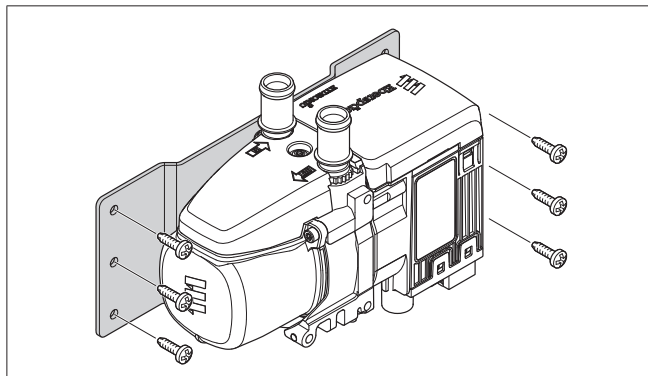
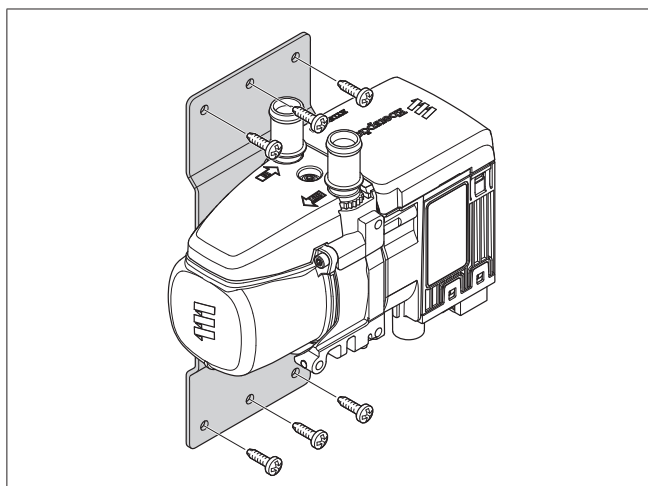

Bild 6 Montering av värmare med vågrät hållare och dämpningselement
Bild 7 Montering av värmare med lodrät hållare och dämpningselement
- Sätt in värmaren med hållare och dämpningselement monterade på ett lämpligt ställe i fordonet och fäst den med 4 – 6 självborrande skruvar M6,3 x 19, nyckelvidd T30. (Åtdragningsmoment  $10^{+1}$  Nm). se Bild 6 och se Bild 7.